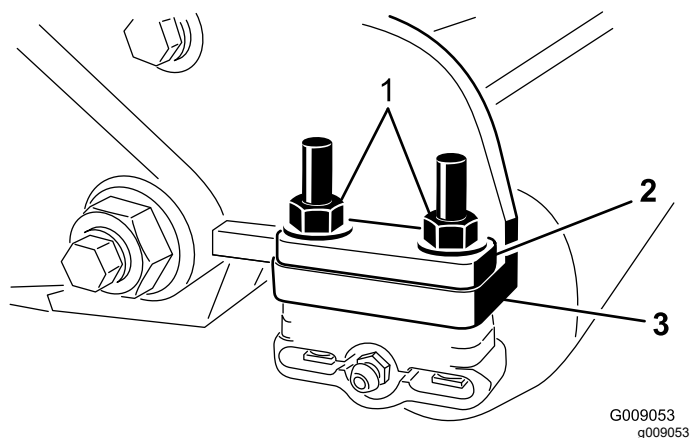

Figura 23
9. Retire las 2 tuercas que sujetan los soportes de cada rodillo a las chapas laterales (Figura 23). No retire los pernos.